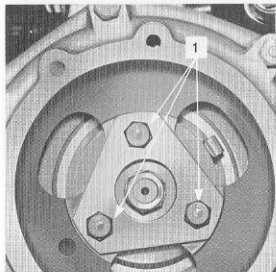

Fig. 70 Inställning av insprutningspumpen
- b. Tag bort inspektionssluckan från framsidan av motorns transmissionskåpa, fig. 70. Lossa de tre fästbultarna för pumpdrevet och vrid pumpen tills märkningen stämmer.